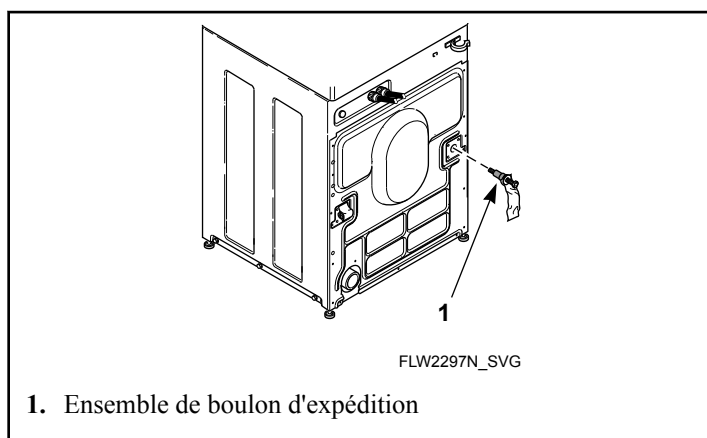

Figure 23
7. Insérer les boulons d'expédition et autres éléments d'ensemble dans chaque trou de boulon d'expédition. Se reporter au *Figure 23*.